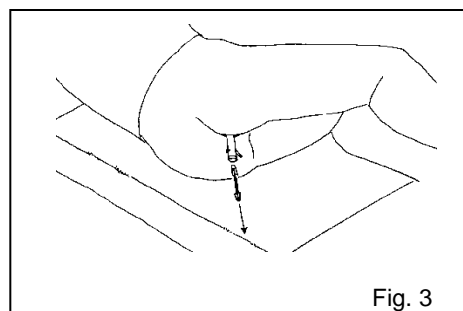
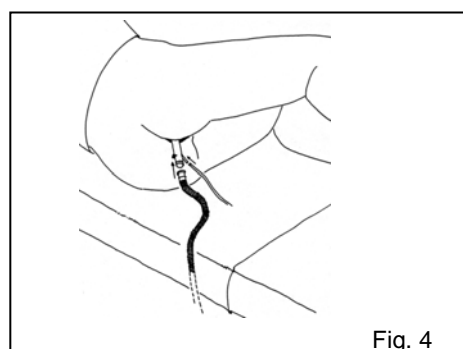

Fig. 3
Fig. 4
Tiene que instalar los filtros para el suministro del agua caliente y fría. Este filtro tiene una función absolutamente mecánica y filtra partículas > 40 µm del agua. Los filtros se sujetan con los ángulos de aluminio (ver fig. 3 colocación de filtros)
- Quite la guía (Fig. 3) y coloque el final del tubo de desagüe en el especulo (Fig. 4)